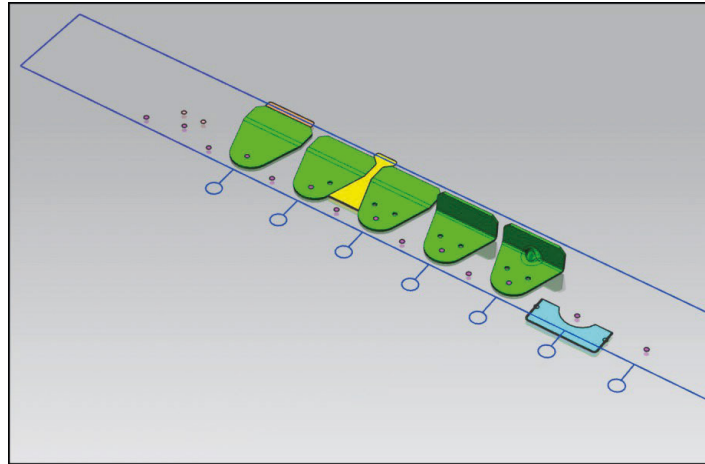

Рис. 6.13. Полоса, отходы и детали на позициях штамповки
7. Загрузите детали на промежуточные позиции полосы из предварительно созданной сборки. Выделите курсором мыши узел *Intermediate Part* и вызовите контекстное меню **Открыть**. В окне **Выберите деталь** укажите на файл *3.2.1\_top.prt*, который находится в той же папке, что и файл сборки проекта. Нажмите **ОК** (рис. 6.13).